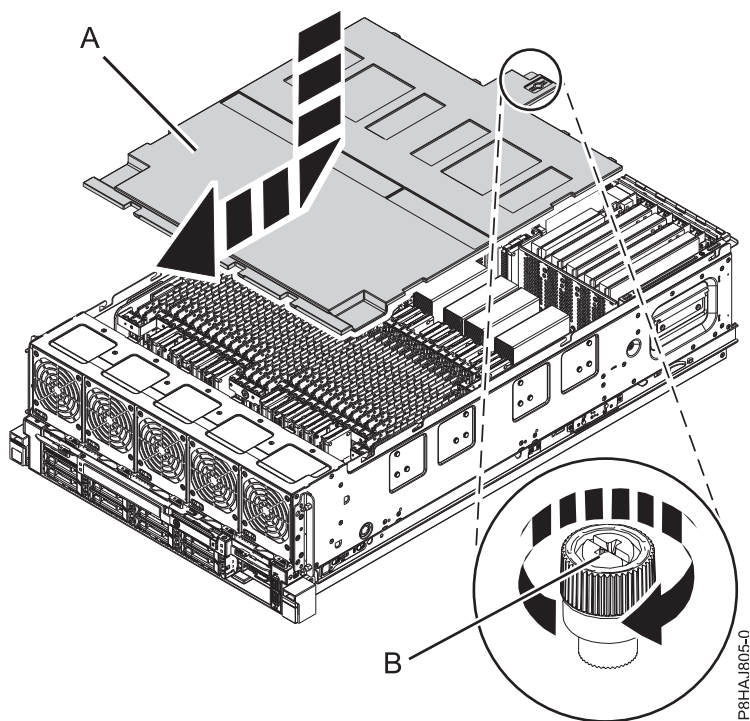

Figura 13. Substitució de la coberta de seguretat
2. Empenyeu la coberta de seguretat (A) cap al xassís.
3. Colleu el cargol de mà (B) fent-lo girar en la direcció que es mostra a la Figura 13 a la pàgina 34 per fixar la coberta de seguretat al xassís.